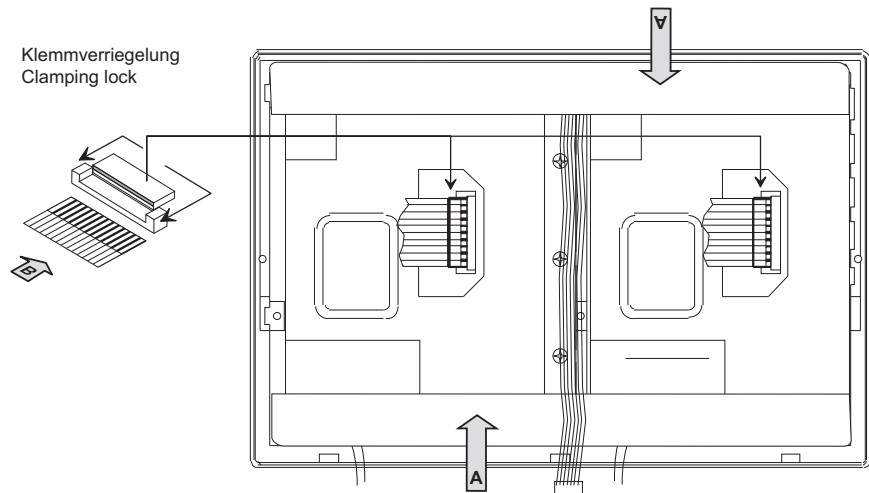

Bild 4-30: Anbringung der Abdeckstreifen und Anschluss der Displays
14. Kleben Sie die Abdeckstreifen mit geeignetem Klebeband wieder auf (Bild 4-30, A).
15. Stecken Sie die flexiblen Flachbandkabel am Display auf (Bild 4-30, B). Achten Sie da-rauf die Flachbandkabel nicht durch Verkanten zu beschädigen.